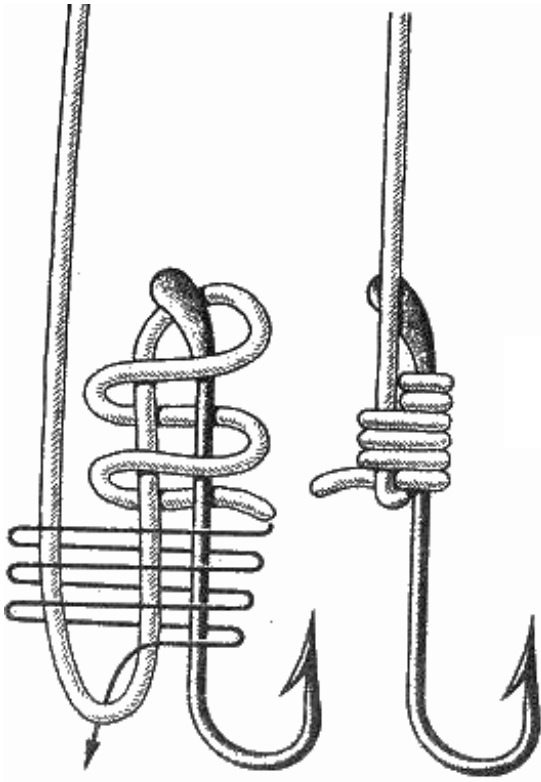

Рис. 125. Ступенчатый узел
**Ступенчатый узел** (рис. 125). Многие рыболовы предпочитают пользоваться крючками без ушка ввиду того, что такие крючки, как правило, кованые и, по их мнению, более прочные, но крепить леску к такому крючку сложнее, чем к тому, у которого имеется ушко. Наиболее надежен для этой цели ступенчатый узел. Он чем-то напоминает затягивающуюся удавку (см. рис. 88).